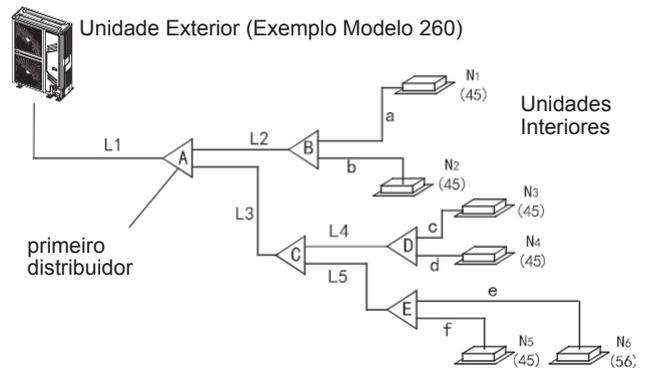

Fig. 4-5
- 2) Exemplo: Na Fig.4-5, a capacidade total a jusante do tubo L2 é de 28x2 56, portanto, de acordo com a Tabela 4.4, o diâmetro gás/líquido de L2 será $\Phi 15,9$ (5/8") / $\Phi 9,5$ (3/8").